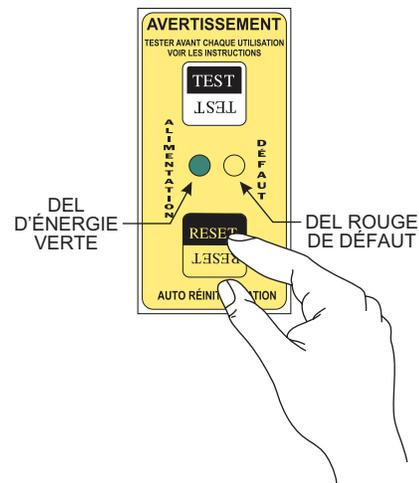

Figure 89. Module de détection GFCI (DEL verte ACTIVÉE sur Remise à zéro)
9. Pour rétablir l'alimentation, appuyez sur le bouton **RESET** (Figure 89) sur le module GFCI et vérifiez que le **VOYANT ROUGE** de défaut **S'ÉTEINT** et que le **VOYANT VERT** d'alimentation **S'ALLUME**.